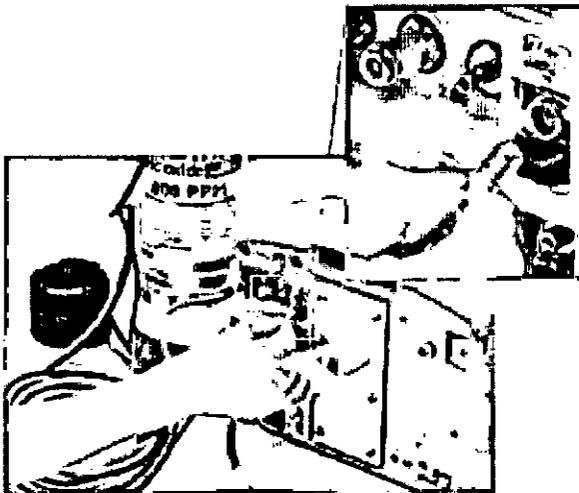

Figura 4-13
3. Conecte a la parte posterior del INOmax DSIR® el cable de infrarrojos del módulo de regulador y tapa para traslados (figura 4-13).